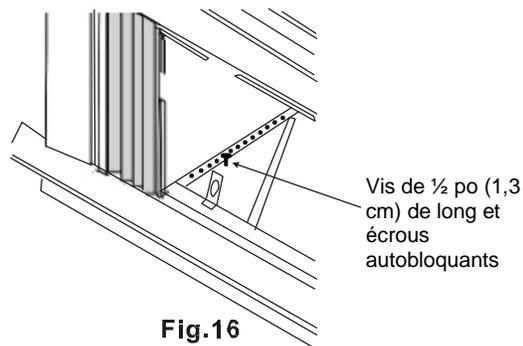

Fig. 16
3. Installez les ferrures de support (avec la plaque pour appui de fenêtre fixée) afin de corriger le trou au bas du caisson, tel qu'illustré à la figure 16).